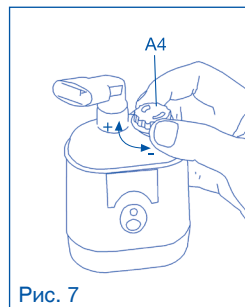

Рис. 7
7. Отрегулируйте поток аэрозоля с помощью ручки (A4); поверните по часовой стрелке (позиция +) для лечения верхних дыхательных путей или против часовой стрелки (позиция -) - для нижних (рис. 7). Для повышения эффективности терапии после выдыхания задержите на мгновение дыхание, чтобы капли вдохнутого аэрозоля могли осесть на стенках дыхательных путей. Затем медленно выдохните.